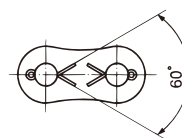

図17. 割ピンの開脚
- 1) 割ピンの開脚は60°程度としてください（図17）。割ピンの再使用や市販の割ピンは使用しないでください。